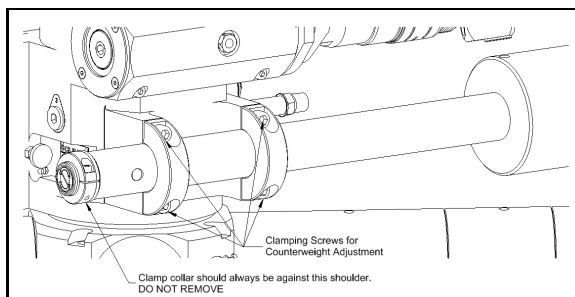

РИСУНОК 3-28. МЕСТОПОЛОЖЕНИЕ СТОПОРНЫХ ВИНТОВ
2. Ослабьте зажимные хомуты крепления рычага противовеса (рис. 3-28).
3. Ослабьте стопорные винты регулирования противовеса (рис. 3-28).
Хомут на рычаге противовеса предотвращает смещение узла противовеса от основного корпуса при неплотном зажатом рычаге (рис. 3-28). Этот хомут имеет уретановый торец, который должен выходить на зажимы основного корпуса. Кольцевое уплотнение между хомутом и буртиком на конце рычага обеспечивает поглощение энергии удара при смещении. При обнаружении смещения хомута или отсутствия кольцевого уплотнения устраните эти недостатки до продолжения использования станка.